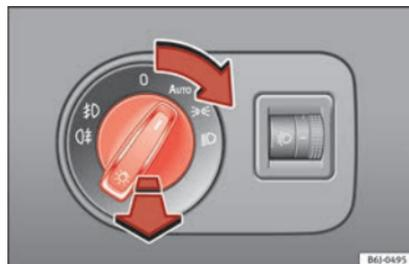

Fig. 30 Vedere ubicazione a pag. 7-8
- Girare l'interruttore verso la posizione desiderata » fig. 30